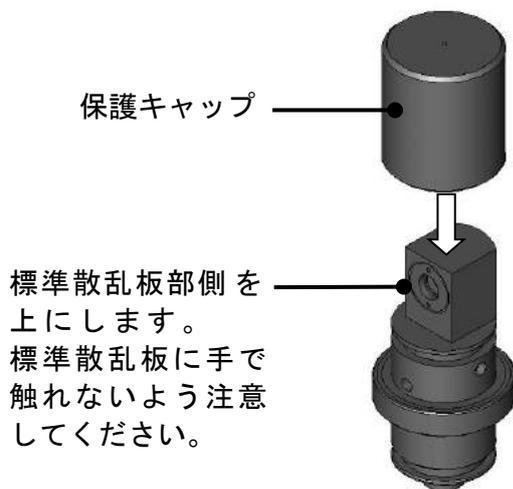
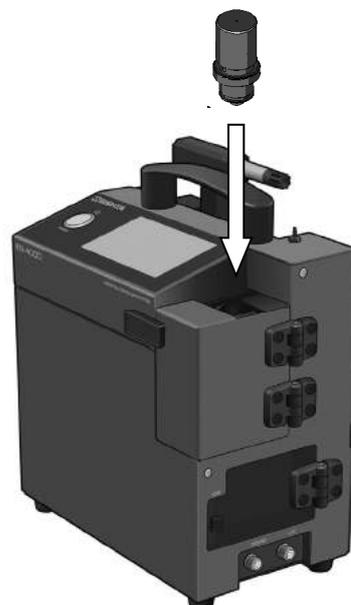

図 19. 標準散乱板兼ゼロフィルター準備
図 20. 標準散乱板兼ゼロフィルター、ゼロ調整状態セット
ゼロ調整はまず図 18. のように LD-2 I の採取口を真っ直ぐに引き抜き、いったん取り外します。次に図 19. のように標準散乱板兼ゼロフィルターの散乱板部に保護キャップを被せます。さらに図 20. のようにゼロ調整部側を LD-2 I の採取口差込部に真っ直ぐ挿入し、ゼロ調整体制とします。詳しくは校正・調整方法取扱説明書をごらんください。
- ② 標準散乱板兼ゼロフィルターを図 18. を参照にして抜き取り、下の図 19. のように標準散乱板部を上にして保護キャップを被せます。
- ③ 準備が終わりましたら、図 20. のように標準散乱板兼ゼロフィルターをゼロ調整状態にセットします。